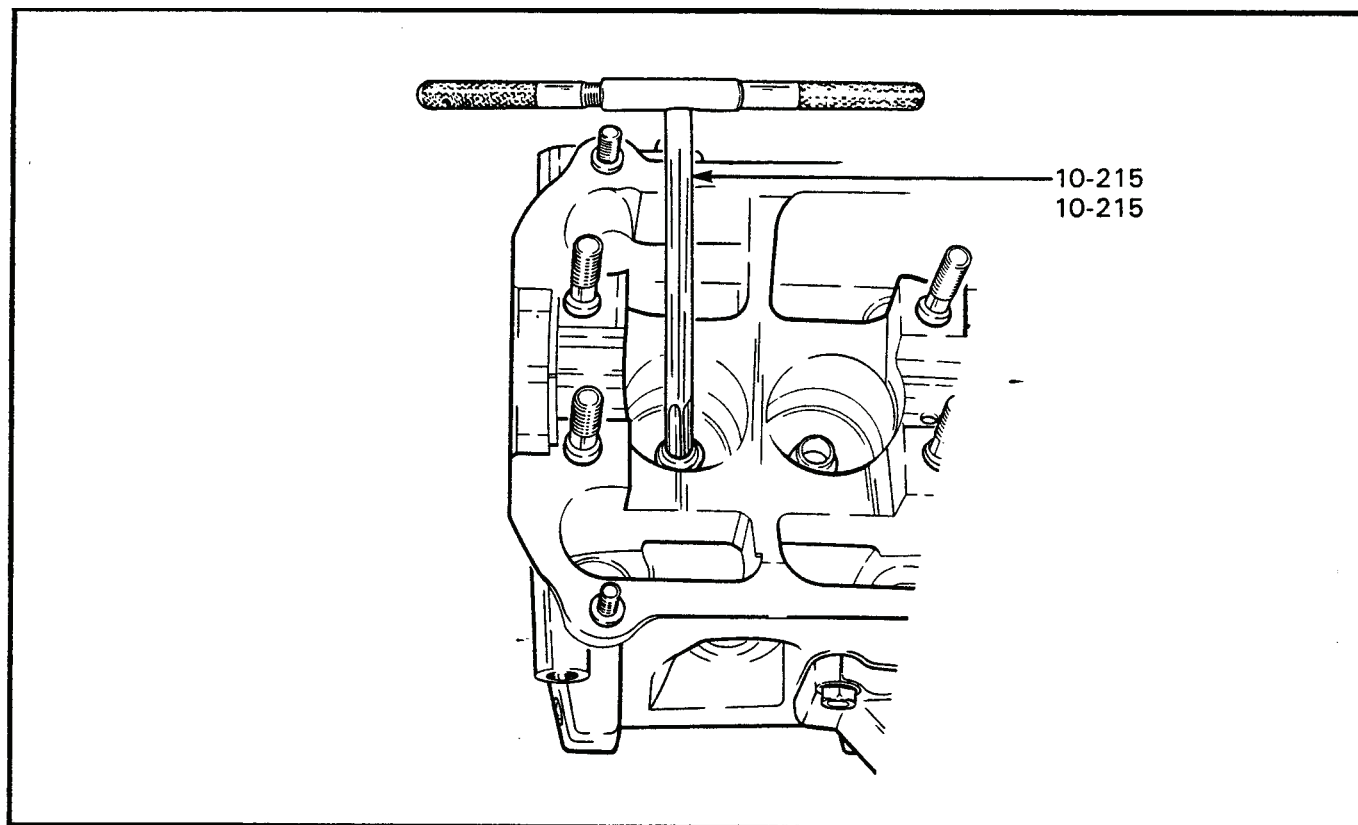

Figure 2-6-25 Reaming Valve Guide
- b. Ream the valve guides using valve guide reamer 10-215 to obtain a uniform inside diameter of 8.013 to 8.035 mm, see Figure 2-6-25. Lubricate the reamer with cutting oil while reaming the guides.
- b. Aléser les guides de soupapes au moyen de l'alésoir 10-215 pour obtenir un diamètre intérieur uniforme de 8.013 à 8.035 mm, voir figure 2-6-25. Lubrifier l'alésoir à l'huile de coupe tout en alésant les guides.